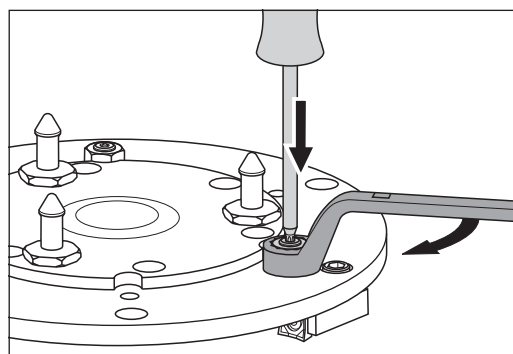

Abb. 45 Die Einstellschraube mit dem TORX-Schraubendreher festhalten und **gleichzeitig** die Mutter **im Uhrzeigersinn** festziehen.
- 7 Halten Sie nach der Einstellung der Schnitttiefe mit dem TORX-Schraubendreher die Einstellschraube fest, so dass sie sich nicht verdrehen kann und ziehen Sie **gleichzeitig** mit dem Ringschlüssel die Mutter **im Uhrzeigersinn** wieder fest (Abb. 45).